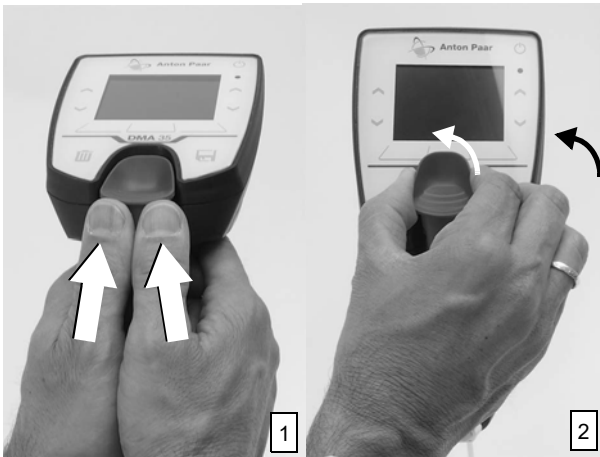

Abb. 12: Demontieren der Pumpe
1. Drücken Sie den Pumpenknopf mit beiden Daumen nach oben (siehe Abb. 12).